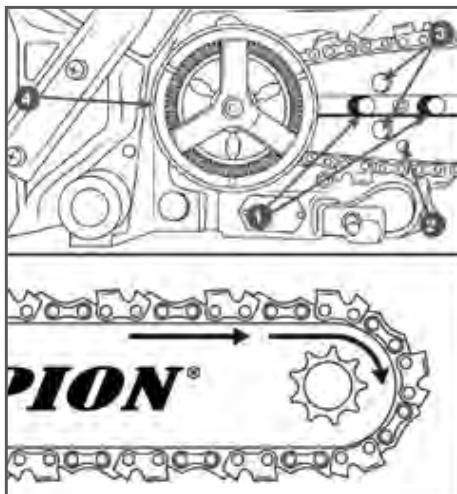

Рис. 3 Установка пильной цепи
- Установите шину пазом на шпильки крепления шины 1 и передвиньте ее в сторону барабана сцепления 4 для облегчения установки цепи (Рис. 3).
- Установите пильную цепь как показано на Рис. 3. При установке цепи следите за тем, чтобы режущая кромка звена была расположена вперед по ходу движения цепи, т.е. по часовой стрелке. Поместите цепь на зубья ведущей звездочки, расположенной позади барабана сцепления 4 (Рис. 3). Удостоверьтесь в правильном положении цепи на ведущей звездочке (Рис. 3).